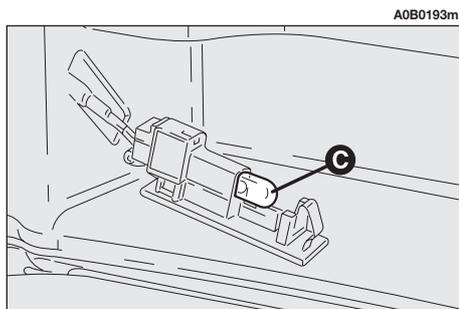

fig. 63
- Sostituire la lampada (**C-fig. 63**) inserita a pressione.